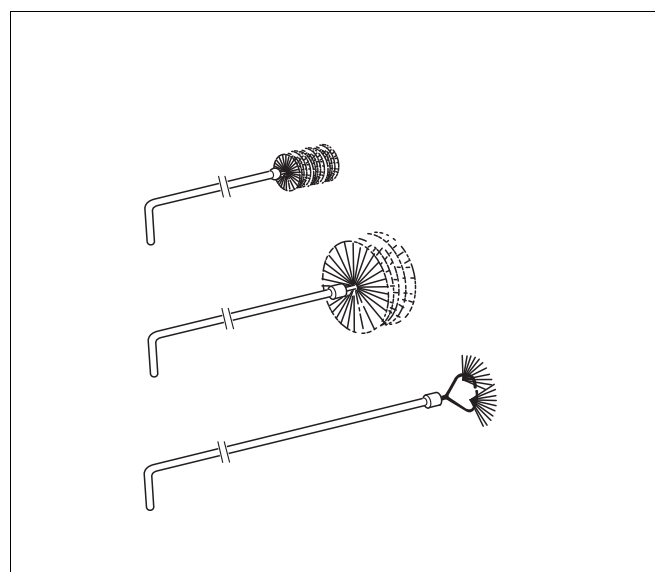
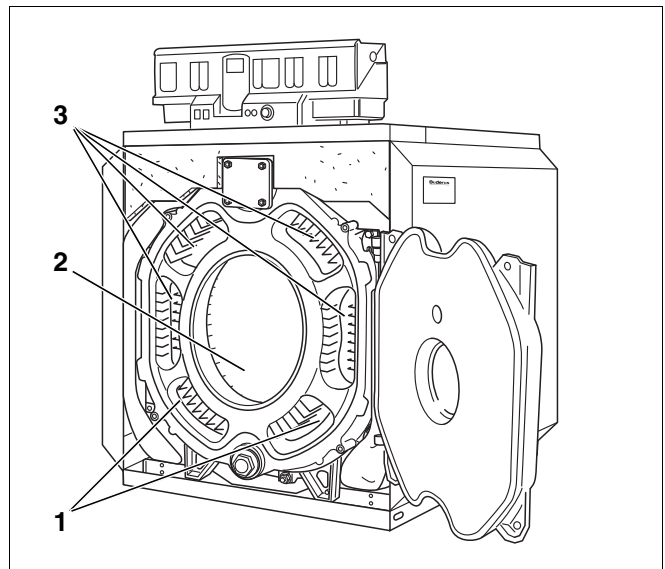

Fig. 53 Spazzole di pulizia
Fig. 54 Pulizia dei tiraggi dei gas scaldanti
La fig. 53 mostra i diversi tipi di spazzole di pulizia offerti da **Buderus** (dotazione supplementare).
- ▶ Pulire i giri di fumo (fig. 54, [1] e [3]) con le spazzole di pulizia 1 e 2 (fig. 53) dal davanti verso dietro.
- ▶ Pulire il resto della camera di combustione (fig. 54, [2]) con la spazzola di pulizia 2.
- ▶ Pulire i giri di fumo inferiori, dal davanti, con la spazzola di pulizia 2 (fig. 54, [1]).